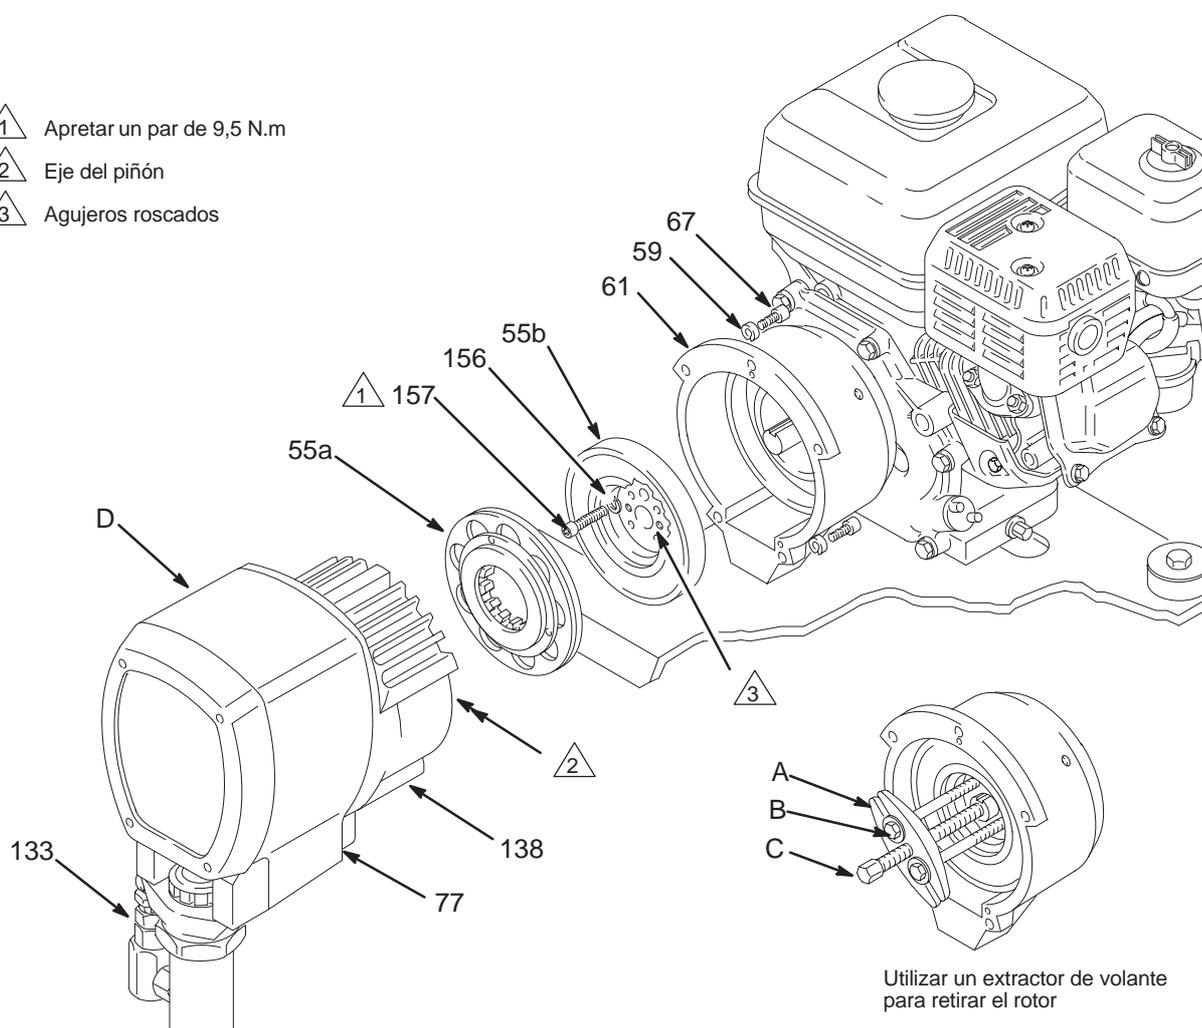

Fig. 37
2. Desconectar la manguera (133) de la base de bomba.
3. Retirar los dos tornillos inferiores (67) del cárter del embrague (61) y después retirar los tres tornillos restantes (67).
4. Golpear ligeramente la parte posterior del cárter de cojinetes (77) con un mazo de plástico para soltar el conjunto (D) del cárter del embrague (61). Extraer el conjunto; la armadura (55a) saldrá con éste.
6. Retirar los cuatro pernos de cabeza hueca (157) y las arandelas de seguridad (156), instalar dos de los tornillos en los agujeros roscados en el rotor (55b). Apretar alternativamente los tornillos hasta que el rotor salga. Véase la Fig. 37.